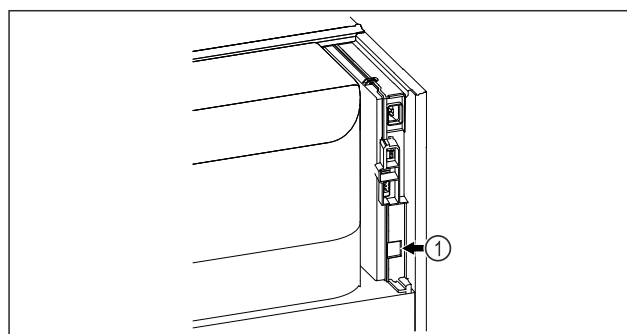

Fig. 129
- ☐ SmartModule Fig. 129 (1) on asennettu.